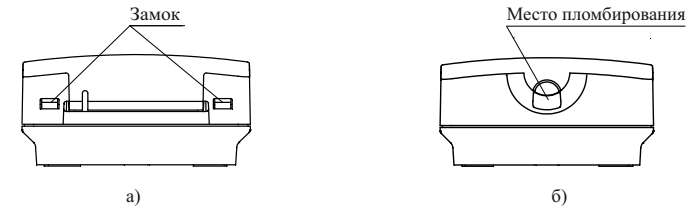

Рисунок 3
6.7 Для установки извещателя необходимо отсоединить крышку корпуса от основания, нажав отверткой на замки внизу корпуса (рисунок 3, а). Кнопка извещателя при этом должна быть в ненажатом положении.